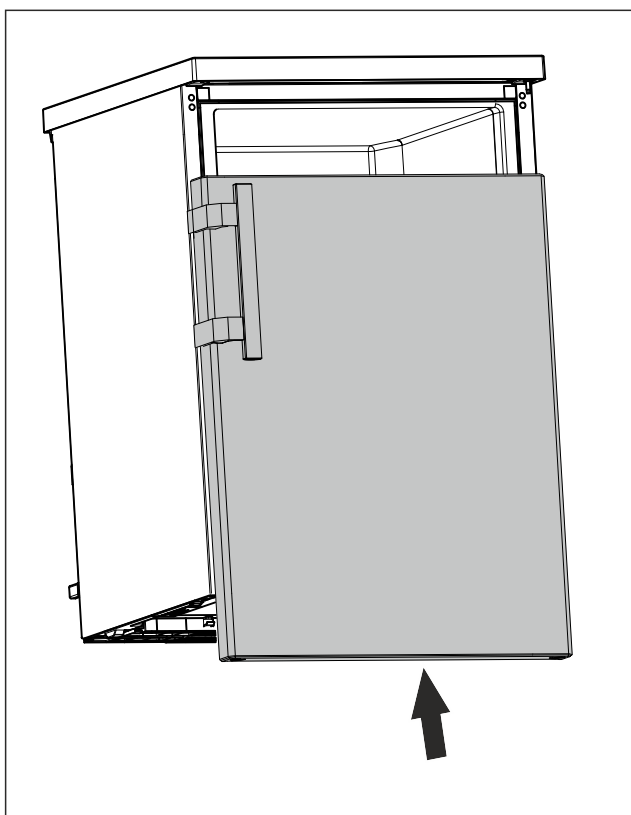

Fig. 21
- ▶ Pousser la porte fermée sur l'axe supérieur. (voir Fig. 21)